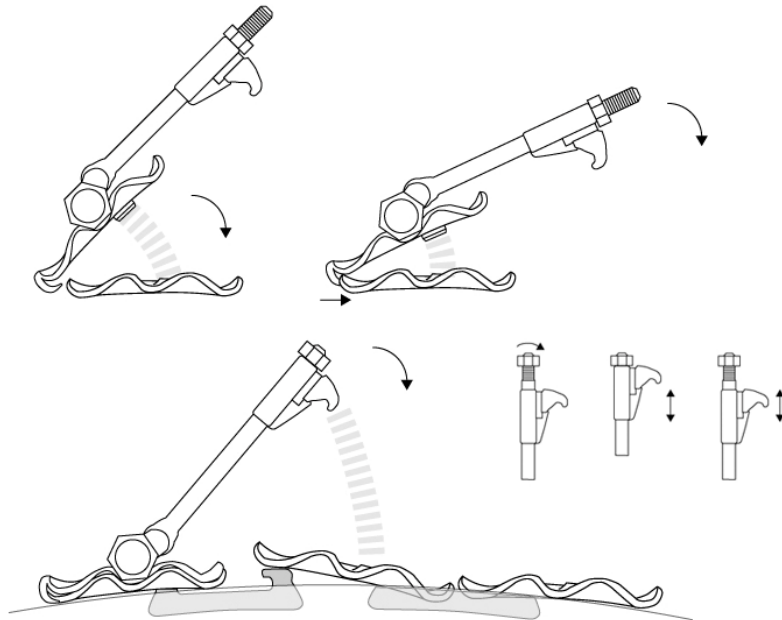
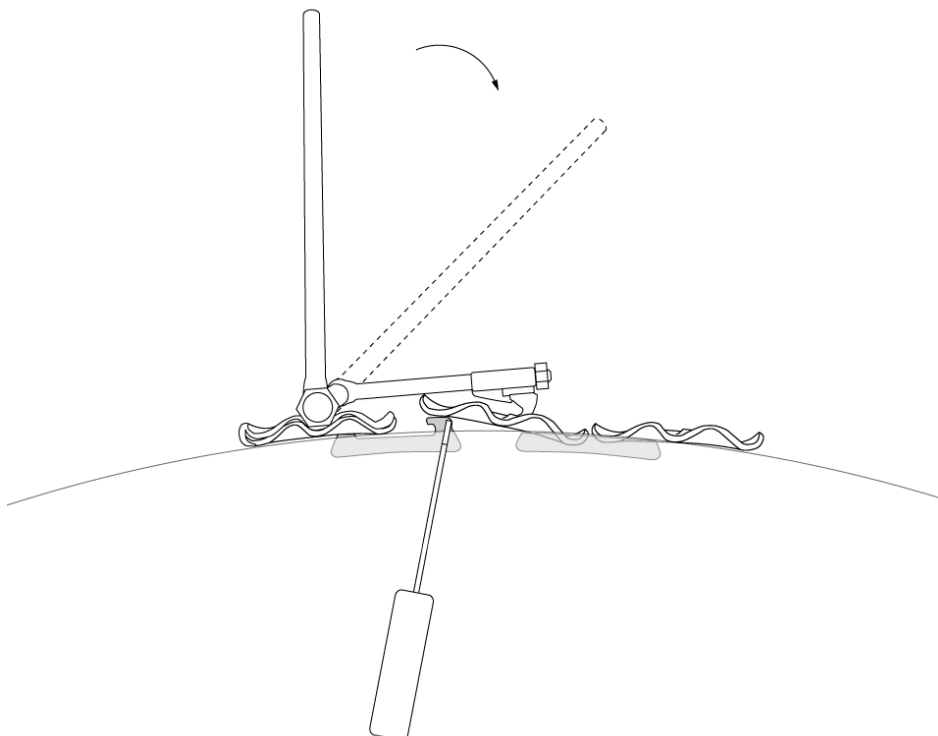

Fig. 5
Fig. 9
5. Employez l'étau (D) pour bien tendre la chaîne et fixez-en les extrémités. Posez le corps central de l'étau (D) sur la plaque (A) et introduisez les deux crocs dans les fentes de la plaque à fixer. La longueur de l'étau (D) peut être réglée à travers la vis placée à son extrémité (Fig. 5).
7. L'enlèvement du dispositif antiglisse MITA est très simple et peut être fait à partir de n'importe quelle plaque (A), car elle sont toutes pareilles. Placez donc l'étau (4) sur une plaque, comme expliqué au point 5 (Fig. 5). Avec la clé en dotation (E), tournez fort la lève de l'étau (D) de 180° dans la direction contraire à celle du montage (Fig. 7-8). Le crochet doit sortir de la fente de la plaque, si nécessaire soulevez-la avec le tournevis (F) (Fig. 9). Enlevez l'étau (D), étendez les deux extrémités de la chaîne par terre et avancez la voiture pour libérer les chaînes en dessous du pneu. Par commodité, les chaînes peuvent être enroulées et rangées dans leurs boîte sans être défaites.